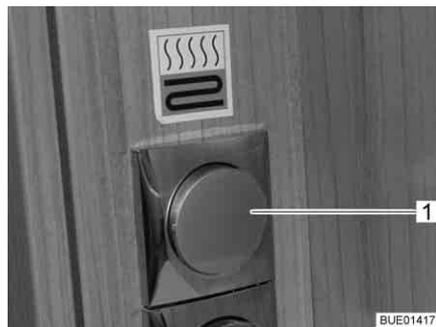

Bild 119 Schalter für Fußbodenerwärmung im Toilettenraum
- Den Kippschalter (Bild 119,1) oben drücken.
- Den Kippschalter (Bild 119,1) unten drücken.